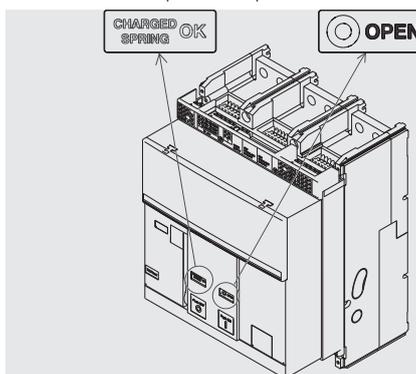

Figura 20
3. Controlar que el interruptor esté abierto (indicador abierto/cerrado "O - OPEN") y controlar que los resortes estén cargados (indicador resortes "amarillo - CHARGED SPRING") como indicado en Figura 20.